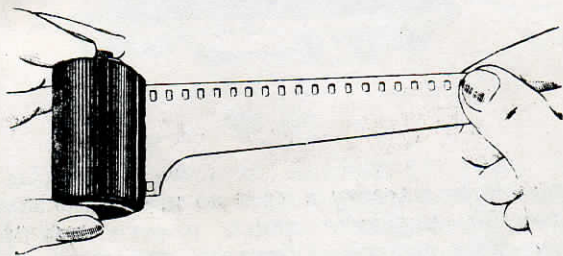

Рис. 9.
2. Вытяните из кассеты конец пленки длиной не более 10 см, обрежьте его аккуратно по форме (рис. 9) или с помощью специального шаблона.
При правильном обресе пленки (см. рис. 9) срез нижнего перфорированного края делается